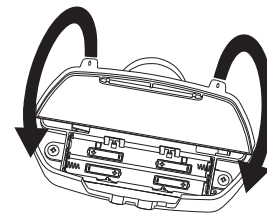

Fig. 45
La manguera no está alineada en las muescas.	Consulte la pág. 10, Fig. 45, (terminación de la instalación).
3. Inserte cuatro (4) baterías alcalinas AA nuevas en el compartimento para baterías usando el diagrama de orientación (Fig. 45).